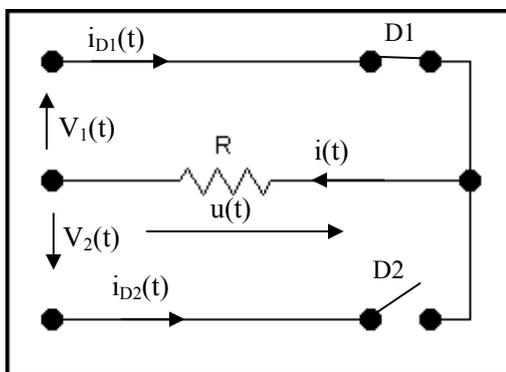

figure II-7
- pour l'alternance positive de  $e(t)$  : figure II-7